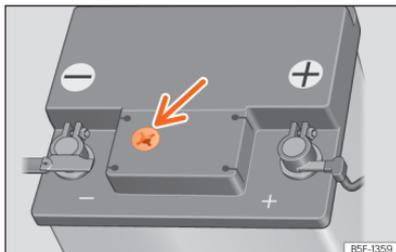

Abb. 180 Sichtfenster an der Oberseite der 12-Volt-Fahrzeuggatterie (Prinzipdarstellung).
- Prüfen Sie die Farbanzeige im runden Sichtfenster an der Oberseite der Batterie »» » (Abb. 180).